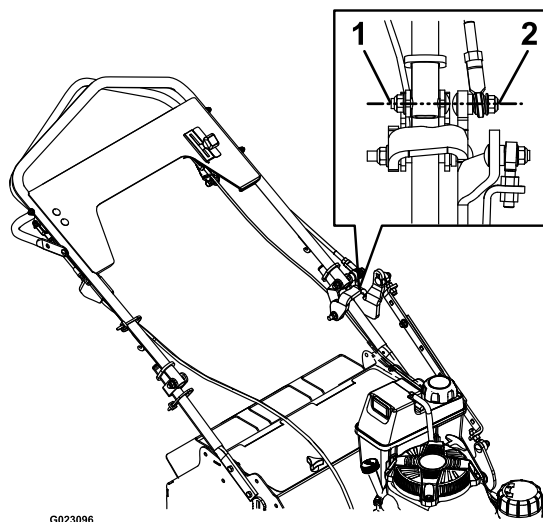

Figura 19
3. El perno de la rótula inferior de la varilla de acoplamiento superior debe estar alineado con el perno de pivote del manillar (Figura 19). Si no es así, afloje las contratueras de las rótulas de las bridas de elevación, haga los ajustes necesarios y apriete las contratueras. Tenga cuidado de ajustar uniformemente las rótulas superior e inferior.